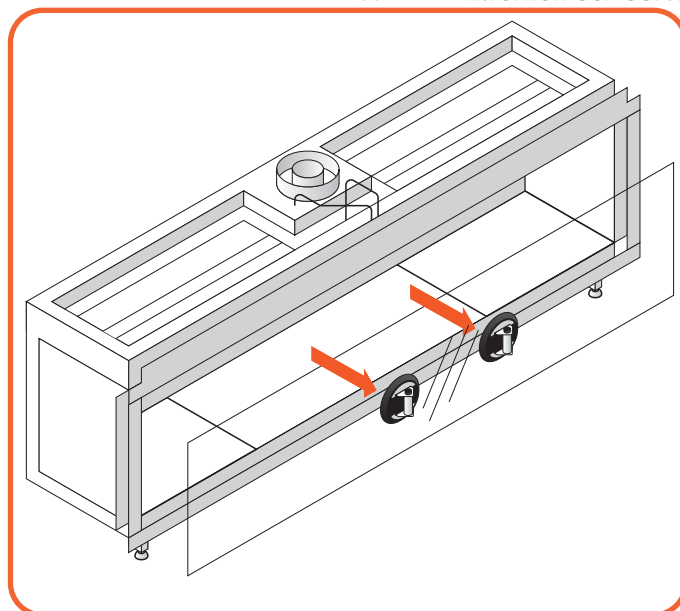
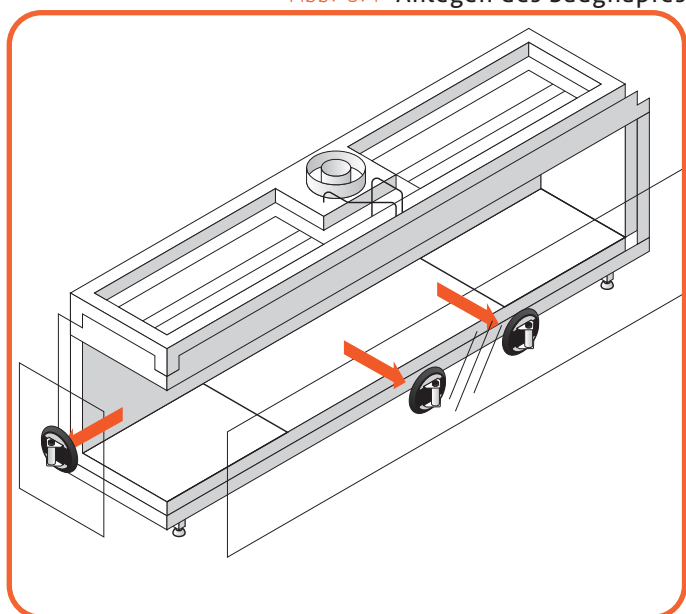
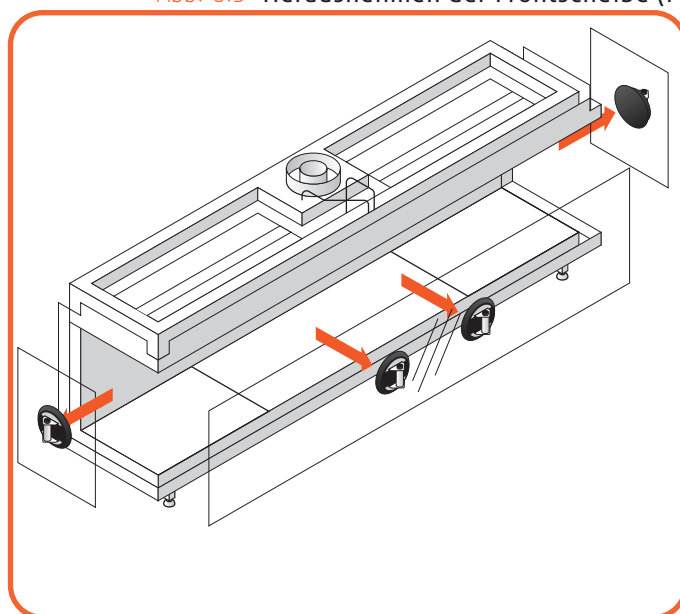

Abb. 9.5 Herausnehmen der Frontscheibe (F)
Abb. 9.6 Herausnehmen der Front und Scheibe (C)
Abb. 9.7 Herausnehmen der Scheibe (3S)
- Heben Sie das Glas leicht an und neigen Sie es etwas, um es aus der Öffnung zu ziehen (siehe Abbildung 9.5, Abbildung 9.6 und Abbildung 9.7).